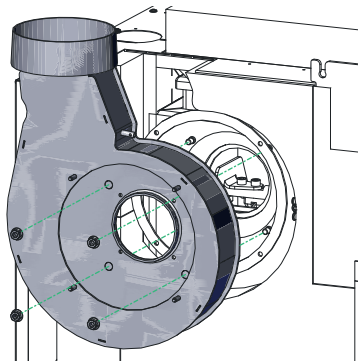

Fig. 25 Togliere i 4 dadi e rimuovere con attenzione l'aspiratore fumi
- ▶ Togliere i 4 dadi e rimuovere con attenzione l'aspiratore fumi – Fig. 25.